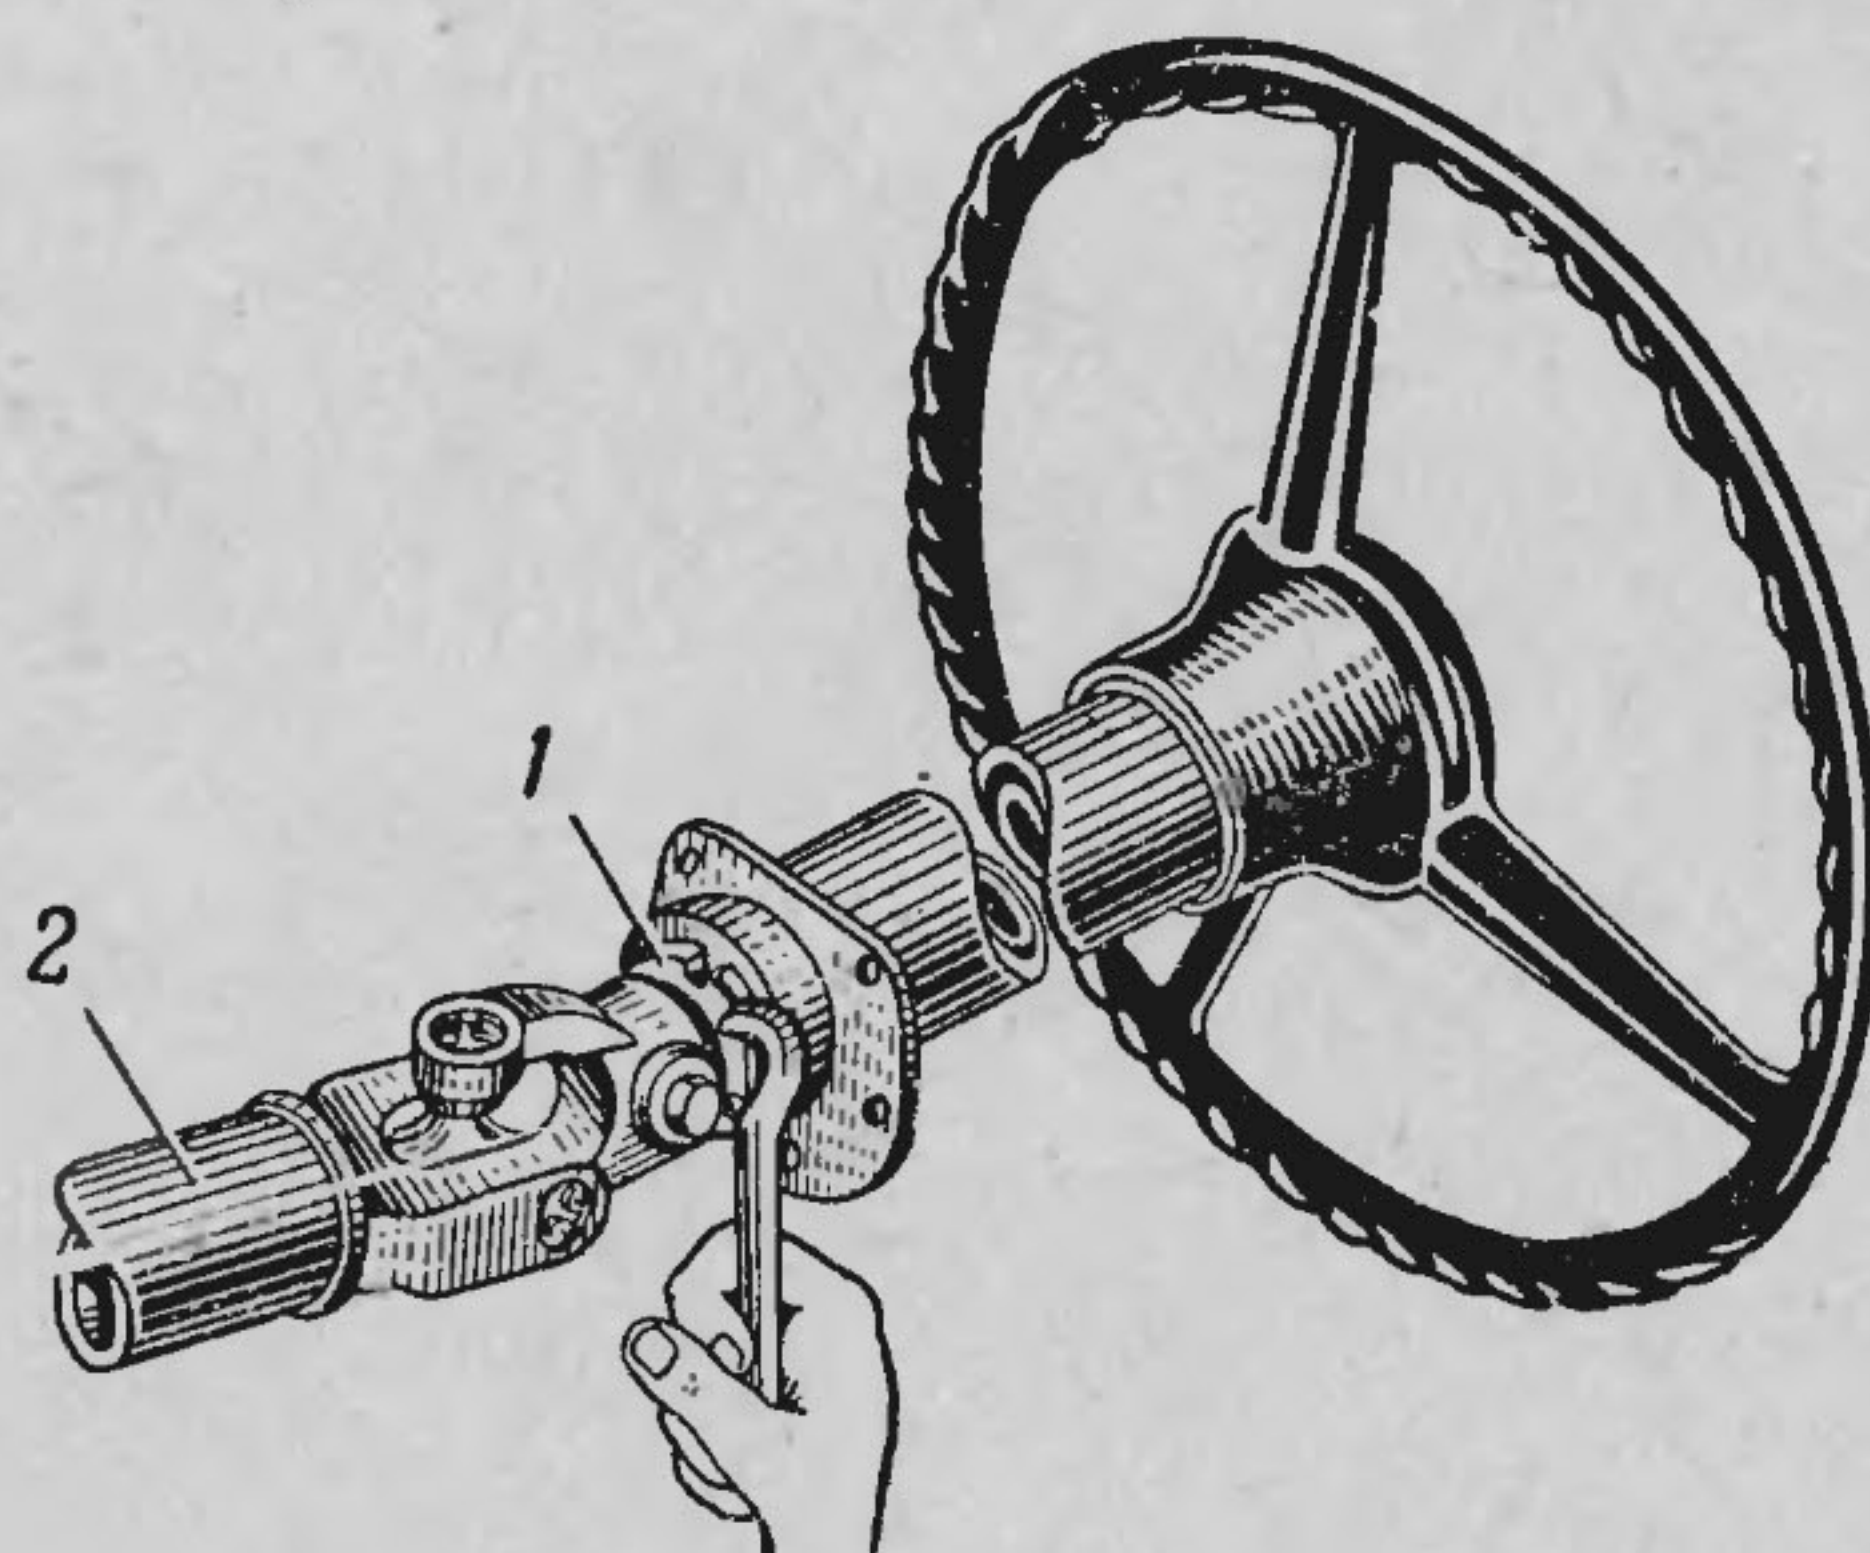

Рис. 14. Регулировка осевого зазора рулевого колеса:
32. Проверить осевое перемещение (зазор) рулевого колеса, при необходимости подтянуть гайку 1 (рис. 14).